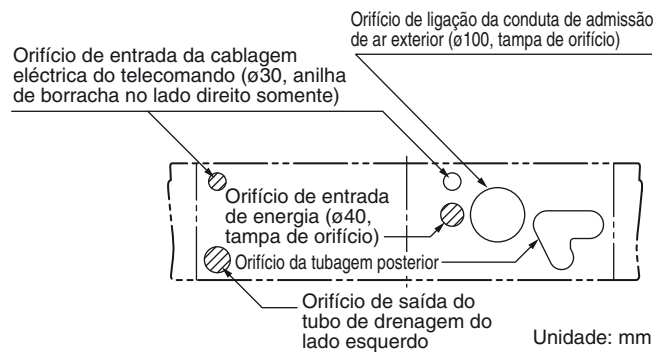
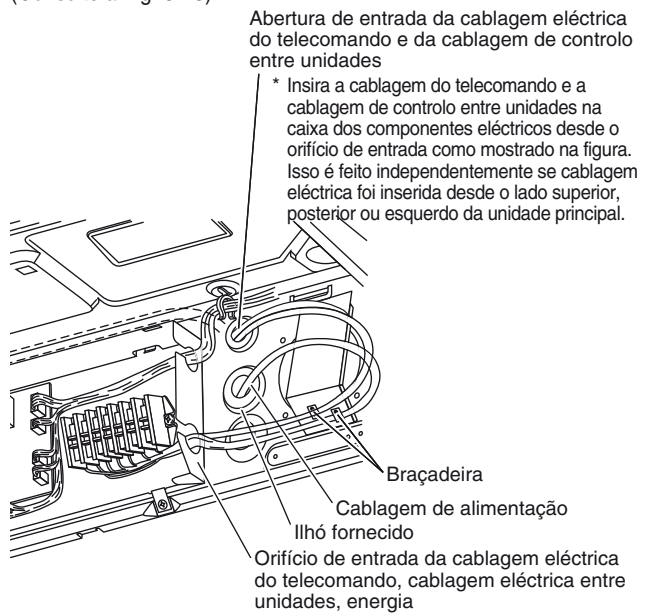

Fig. 3-18
Fig. 3-23
Há uma abertura de ligação para conduta (furo pré-cortado) na parte posterior direita do painel superior da unidade interior para aspirar ar fresco. Se for preciso aspirar ar fresco, retire a tampa abrindo o furo e ligando a conduta à unidade interior através da abertura de ligação. (Fig. 3-18)
- \* Quando encaminhar a tubagem através dos lados superior ou direito, retire as tampas de orifício apropriadas do painel superior e corte entalhes no painel lateral (Fig. 3-18).
As aberturas de entrada da cablagem do telecomando est o localizadas nas partes posterior e superior (para utiliza o com o telecomando com fio). Para mais detalhes, consulte a Fig. 3-18. Para o m todo utilizado para inserir a cablagem, consulte a Fig. 3-23.
Fixe o ilh  fornecido   abertura de entrada da cablagem de alimenta o com material adesivo (fornecimento de campo). (Consulte a Fig. 3-23)